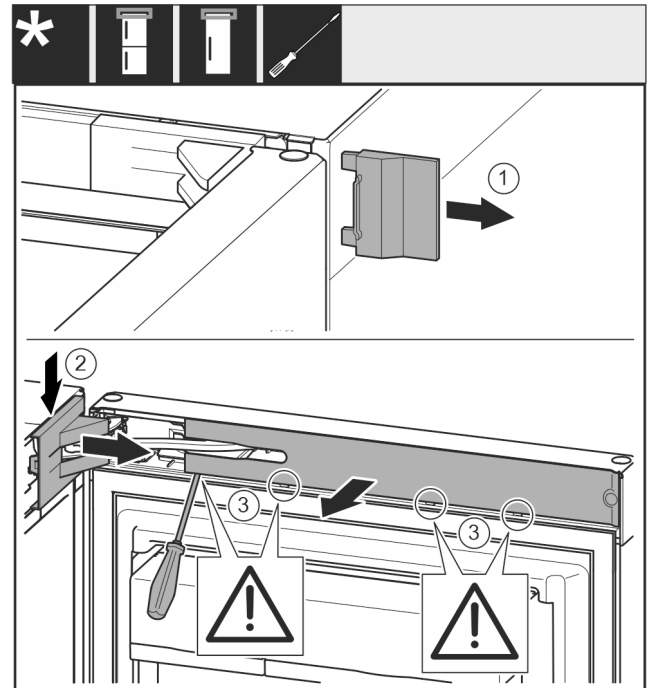

Fig. 12
- Abdeckung Fig. 12 (1) abnehmen.
- Lagerbockabdeckung Fig. 12 (2) ausrasten und lösen.
- Lagerbockabdeckung Fig. 12 (2) abnehmen.
- Blende Fig. 12 (3) mit Schlitzschraubendreher ausrasten und zur Seite schwenken.